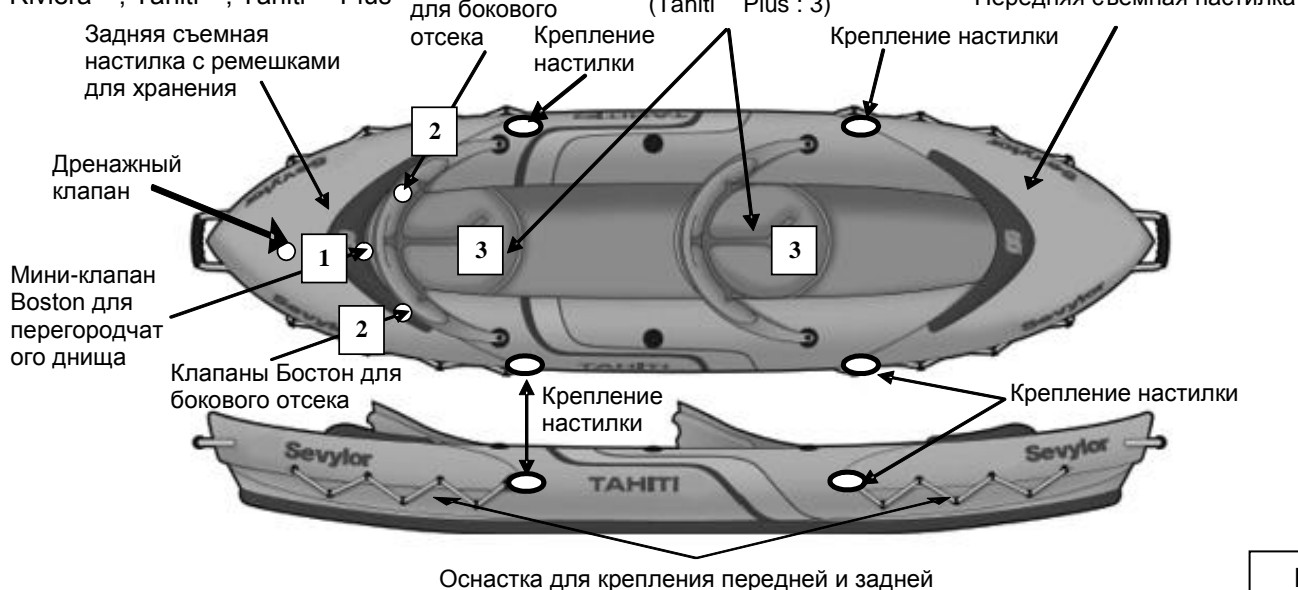

Рис. 1
3. Надувайте товар в порядке, указанном на заводской табличке на товаре (см. также рис. 1, нумерацию клапанов).